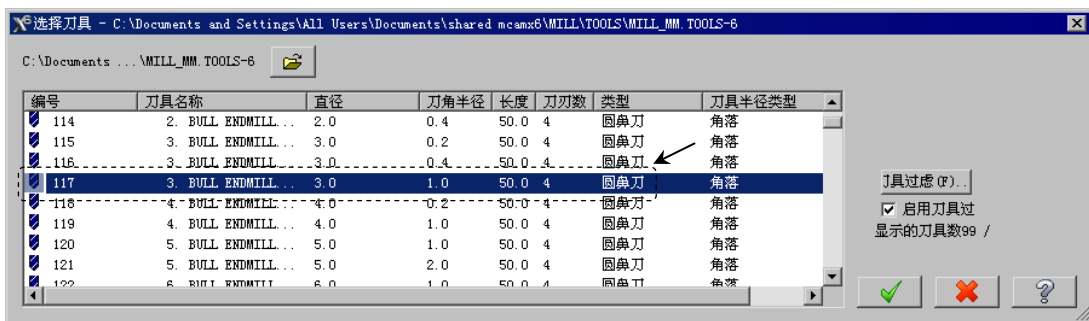

图 7.23 “选择刀具”对话框
Step4. 选择刀具。在“曲面精加工浅平面”对话框中, 单击 **选择刀具...** 按钮, 系统弹出图 7.23 所示的“选择刀具”对话框, 在该对话框中的列表框中选择图 7.23 所示的刀具。单击  按钮, 关闭“选择刀具”对话框, 系统返回至“曲面精加工浅平面”对话框。